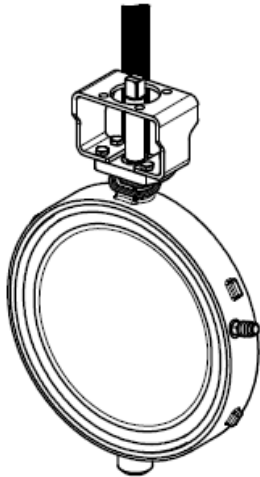
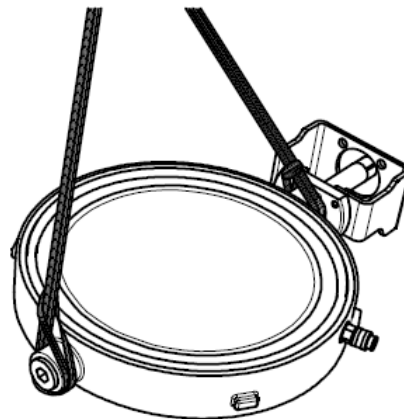

Bild 1
Bild 2
- Anschlag von Haltegurten gemäß Bild 1 bis Bild 2